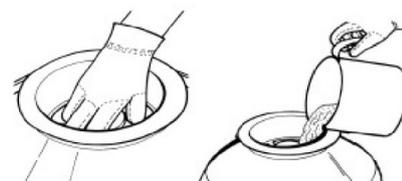

Fig. 7
3. Den beiliegenden Trichter auf die Kesselöffnung stellen und dabei beachten, dass das Rohr abgedeckt ist, dann den Kessel mit Filtermedium (Fig. 7). füllen. Entfernen Sie danach den Trichter.